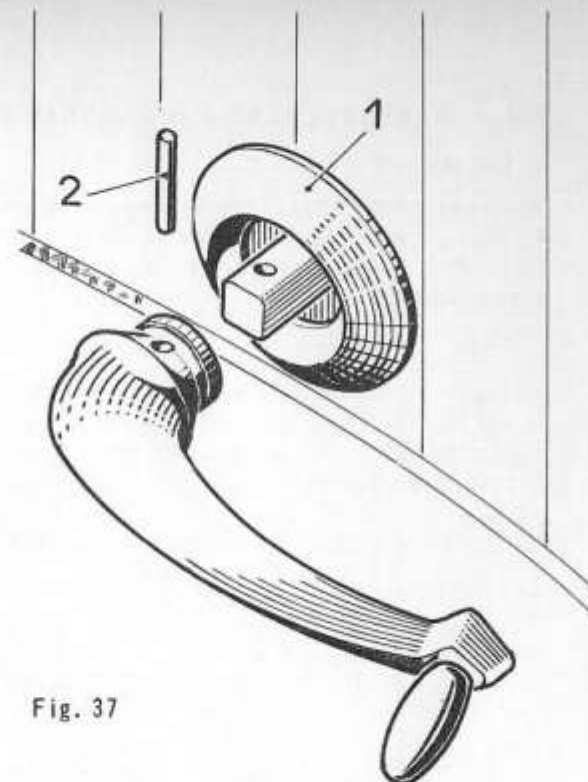

Fig. 37
833 - REMPLACEMENT d'une POIGNEE MANIVELLE de LEVE-GLACE (AVANT ou ARRIERE - (Fig. 37)
N.B.- Sur les voitures L4, le montage est différent. Repousser la coupelle vers le garnissage, puis déplacer le ressort (3) avec un crochet (Fig. 37 bis).
Fig. 37 bis